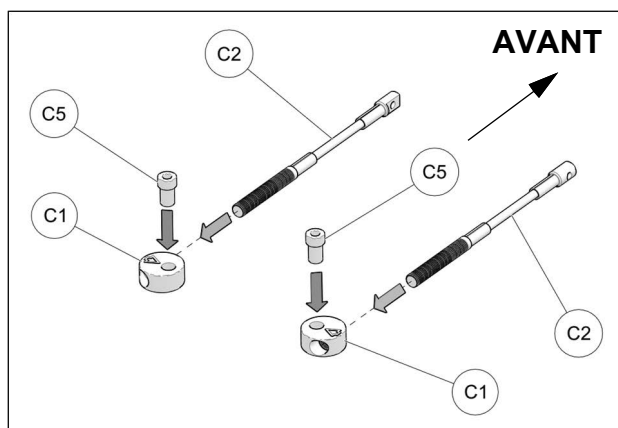

Fig. 21
13. Assembler les câbles des limiteurs de conduite (C2), les disques en aluminium (C1) et les bagues espaceurs (C5) tel que montré à la Fig. 21